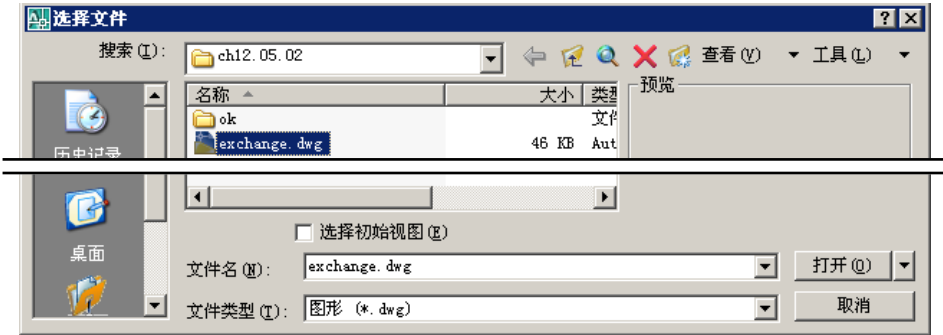
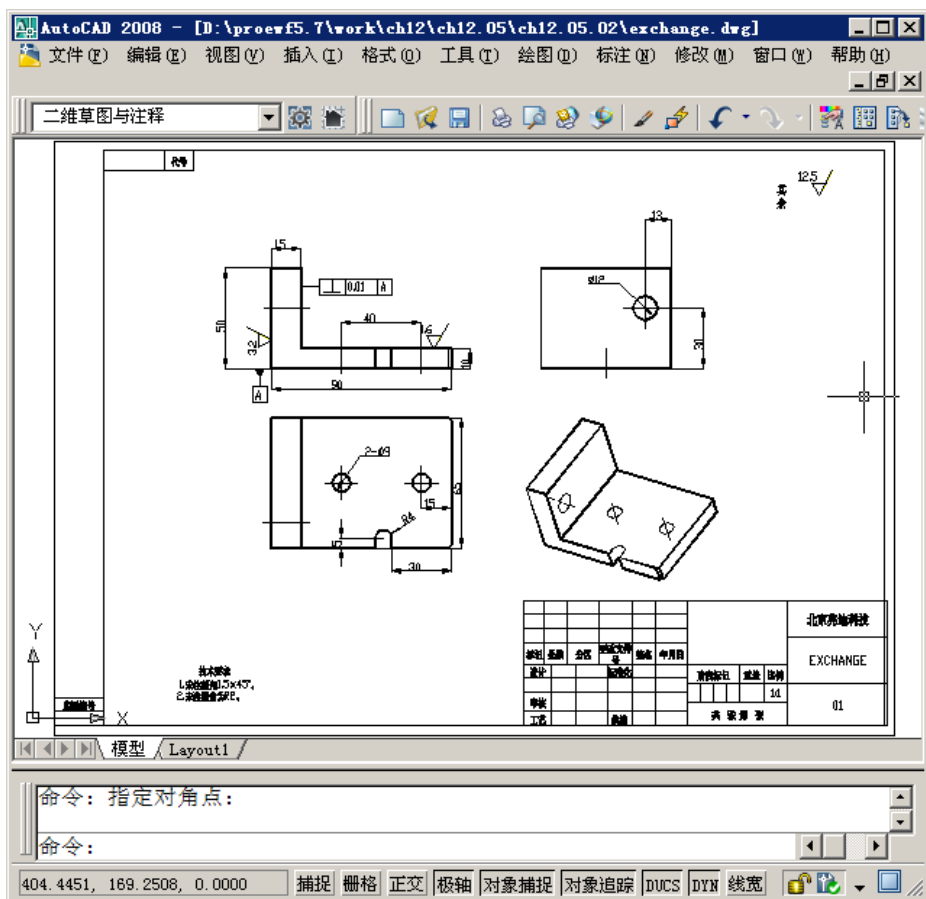

图 9.5.15 “选择文件”对话框
图 9.5.16 DWG 格式的工程图
Step7. 系统弹出图 9.5.15 所示的“选择文件”对话框，选择工程图文件 D:\proewf5.7\work\ch09.05.02，单击 **打开(O)** 按钮，则可打开 DWG 格式的工程图，如图 9.5.16 所示。